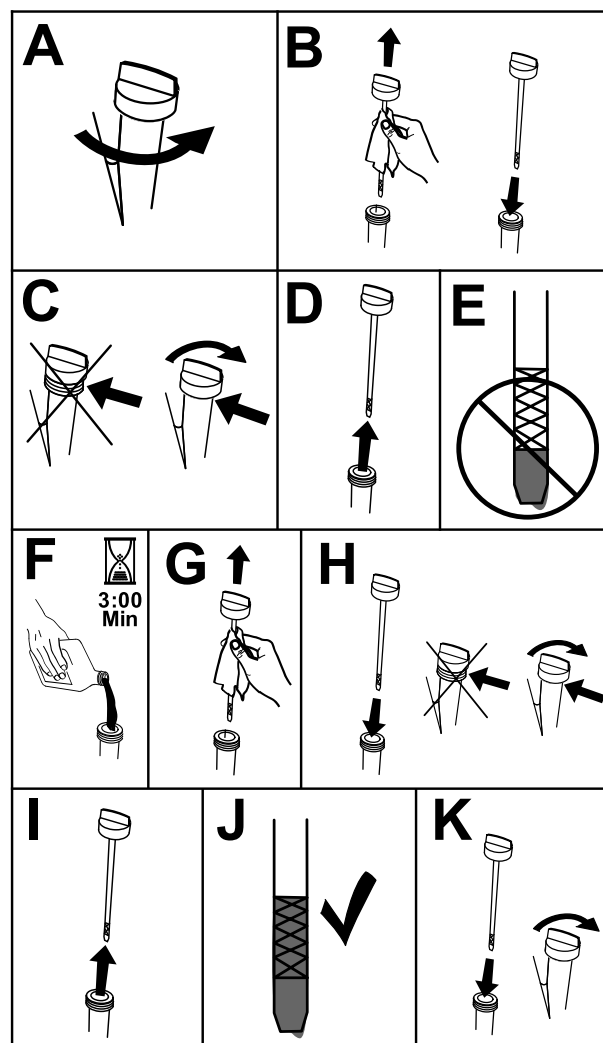

Figura 42
3. Pentru a ine murdăria, iarba tăiată etc. departe de motor, curăați zona din jurul buoul rezervorului de ulei i al joiei înainte de a o scoate (Figura 42).